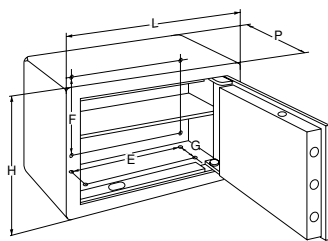

Fig. 1
- La cassaforte è predisposta per il fissaggio tramite 4 fori sul fondo e 4 fori sulla parte posteriore (diametro 10 mm): il posizionamento di questi fori varia, in funzione della dimensione della cassaforte stessa. Occorre quindi verificare le misure esterne della cassaforte ed in base a queste verificare nella tabella (vedi fig. 1) le misure dei fori da eseguire per fissare il modello da voi scelto. È possibile utilizzare per il fissaggio, tutti gli 8 fori disponibili.